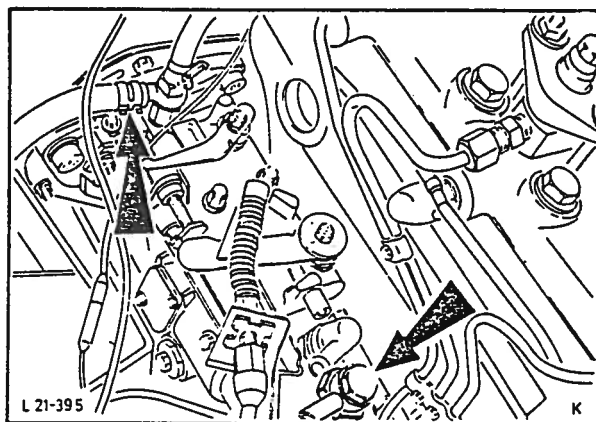

Fig. 28 Skru brennstoffrørene til innsprøytnings-pumpen.
26. Fest lavtrykkslangen til vakuumpumpen. Monter brennstoffrør og returrør til innsprøytningspumpe, fig. 28.